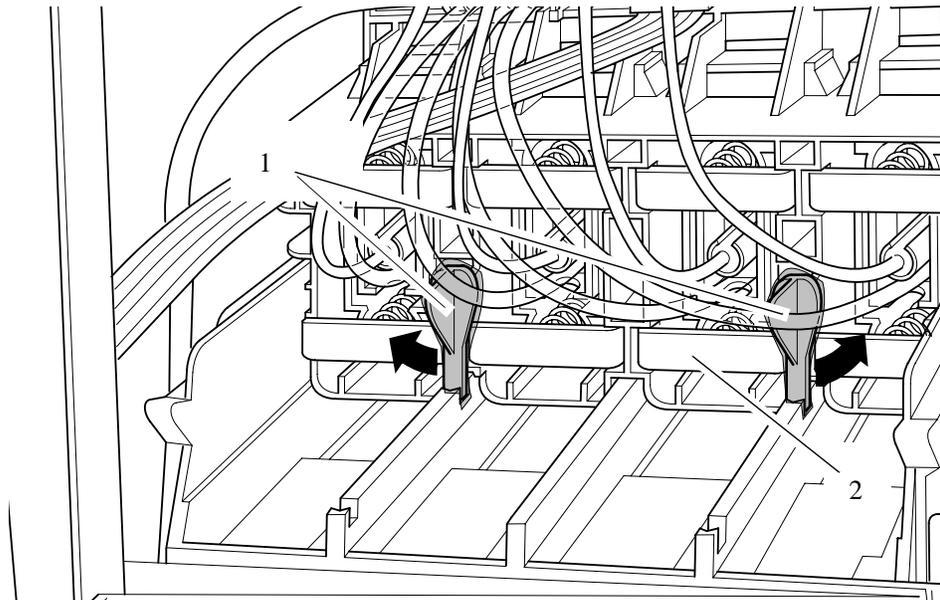

Figura 10: "Latches"
- Tuerza hacia afuera los dos “latches” en la parte posterior del “ink cartridge tube connector” (Consulte la Figura 10). Esto liberará todo el “assembly”.